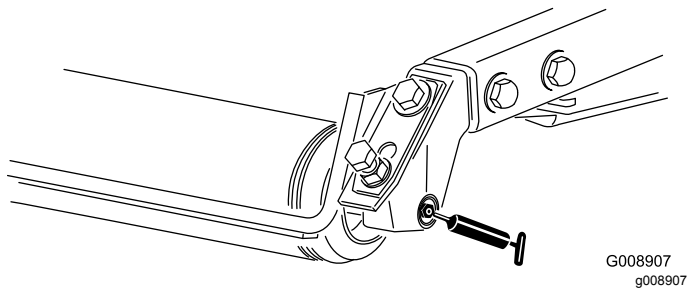

Figure 54
- Roulements de rouleau arrière (2 par plateau de coupe) (Figure 54)